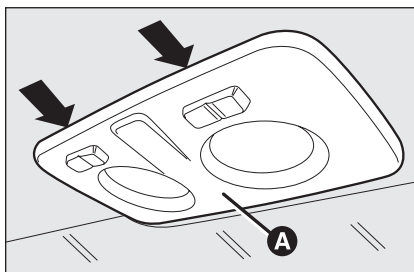
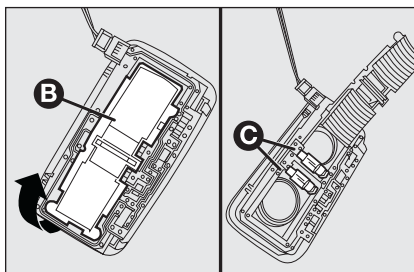

Рис. 29
Рис. 30
- воздействуя на места, указанные на рисунке стрелками, снимите светильник **A** (рис. 29);
- снимите защитную крышку **B** (рис. 30);
- закройте крышку **B** (рис. 30) и установите светильник **A** (рис. 29) на место, вдавив его в гнездо до упора.